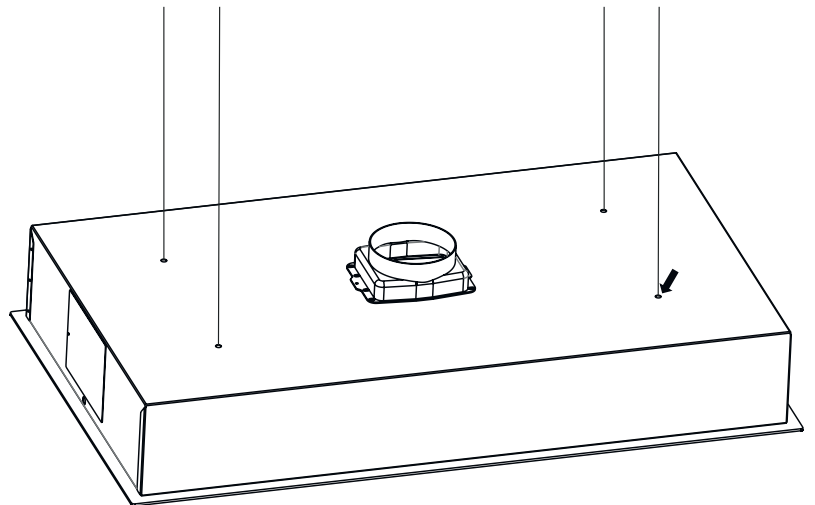

Fig. 12
7. ➔ Skub stålwirene igennem de 4 huller oven på emhætten (Fig. 12).